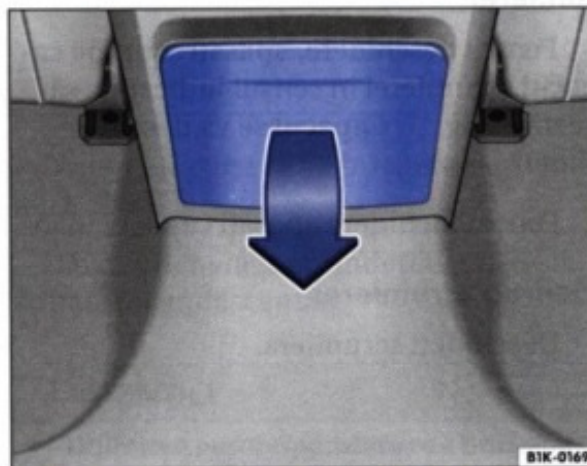

Fig. 76 Suport pentru băuturi rabatabil în consola centrală din spate
- Pentru deschidere trageți capacul în sensul indicat ⇒ fig. 76, în jos.